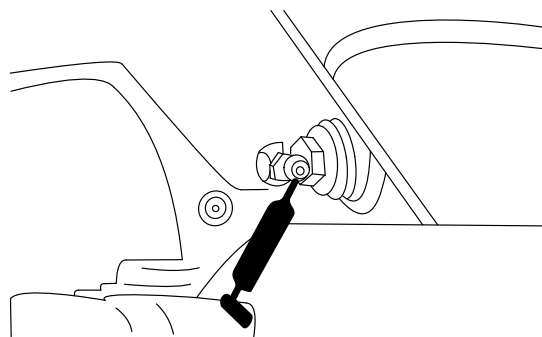

Bild 50
- Hinterachsen-Drehbüchsen (Bild 50).